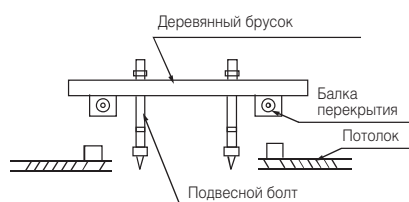

Рис. 5-5
- Смонтируйте подвесные болты в зависимости от типа конструкции (рис. 5.5 – 5.10)
Деревянная конструкция: Расположите деревянный брусок над балками перекрытия, затем закрепите подвесные болты (рис. 5-5).